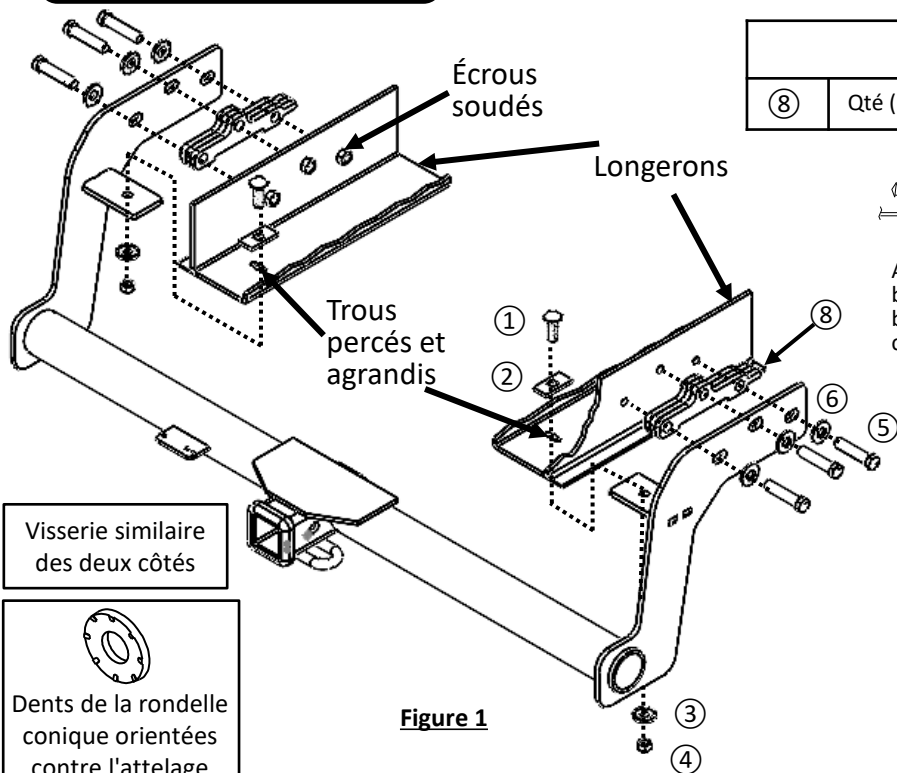
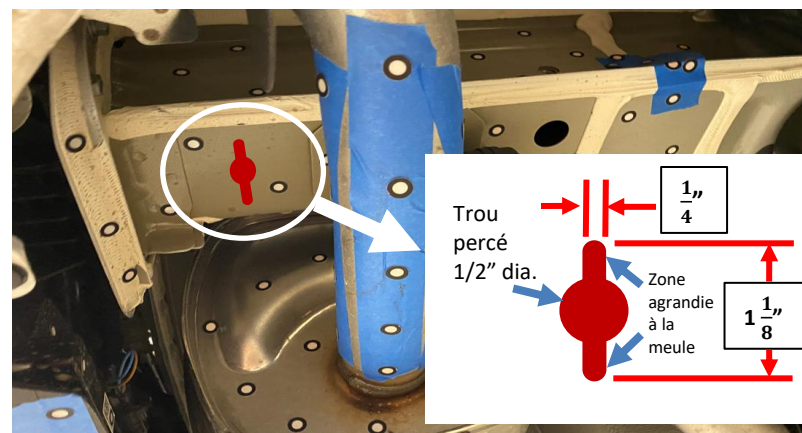

Figure 1
Figure 2
- Abaisser l'échappement** – À l'aide d'un tournevis à lame plate, retirer six (6) rivets en plastique dans le bas du carénage côté passager et répéter du côté conducteur. À l'aide d'une pince d'extraction pour échappement, retirer un (1) support en caoutchouc le plus à l'arrière de chaque côté. La vaporisation d'un lubrifiant ou d'eau savonneuse sur les supports en caoutchouc facilite leur extraction des tiges métalliques. Abaisser les silencieux en tirant avec soin le carénage inférieur. **NOTA : S'assurer de supporter l'échappement correctement avant d'enlever les supports en caoutchouc.**
- Percer et agrandir les trous** – Retirer les étiquettes des trous des écrous soudés sur le longeron s'il y a lieu. Utiliser une brosse métallique pour nettoyer les écrous soudés si nécessaire. Soulever l'attelage en position avec des plaques d'espacement et fixer temporairement l'attelage avec tous les boulons M12 (⑤). Avec un marqueur, marquer un point de perçage dans le bas des longerons qui sera vis-à-vis du centre du trou du support d'attelage, des deux côtés, voir **Figure 1**. S'assurer que le trou de l'attelage se placera vis-à-vis du point de perçage. Abaisser l'attelage et utiliser une perceuse pour percer un trou de 1/2 po au point de perçage, de chaque côté. Utiliser une meule à rectifier pour agrandir les trous afin d'acheminer le bloc (②) dans les longerons du véhicule, des deux côtés, comme illustré à la **Figure 2**.
- Installer l'attelage** – À l'aide des fils de tirage (⑦), acheminer les boulons de carrosserie (①) et les blocs (②) à travers les trous percés et tirer les boulons à travers les blocs, voir **Figures 1 et 3**. Laisser les fils de tirage attachés. Soulever l'attelage en position et acheminer les fils de tirage à travers les trous inférieurs du support. Installer lâchement la plaque d'espacement (⑧), les rondelles coniques (⑥) et les boulons (⑤) sur l'attelage, puis retirer les fils de tirage et installer lâchement les rondelles coniques (③) et les écrous (④) sur les boulons de carrosserie (①).
2. Percer et agrandir les trous – Retirer les étiquettes des trous des écrous soudés sur le longeron s'il y a lieu. Utiliser une brosse métallique pour nettoyer les écrous soudés si nécessaire. Soulever l'attelage en position avec des plaques d'espacement et fixer temporairement l'attelage avec tous les boulons M12 (5). Avec un marqueur, marquer un point de perçage dans le bas des longerons qui sera vis-à-vis du centre du trou du support d'attelage, des deux côtés, voir **Figure 1**. S'assurer que le trou de l'attelage se placera vis-à-vis du point de perçage. Abaisser l'attelage et utiliser une perceuse pour percer un trou de 1/2 po au point de perçage, de chaque côté. Utiliser une meule à rectifier pour agrandir les trous afin d'acheminer le bloc (2) dans les longerons du véhicule, des deux côtés, comme illustré à la **Figure 2**.
3. Installer l'attelage – À l'aide des fils de tirage (7), acheminer les boulons de carrosserie (1) et les blocs (2) à travers les trous percés et tirer les boulons à travers les blocs, voir **Figures 1 et 3**. Laisser les fils de tirage attachés. Soulever l'attelage en position et acheminer les fils de tirage à travers les trous inférieurs du support. Installer lâchement la plaque d'espacement (8), les rondelles coniques (6) et les boulons (5) sur l'attelage, puis retirer les fils de tirage et installer lâchement les rondelles coniques (3) et les écrous (4) sur les boulons de carrosserie (1).